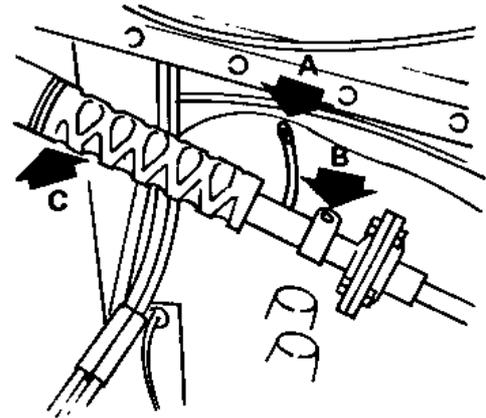

Bild 140
Massekabel der Batterie abklemmen und den Kraftstofftank ausbauen. Massekabel vom Anschluß an der Lenksäule (Pfeil «A» in Bild 140) abschließen, Mutter der Klemmschelle an der Lenksäule entfernen und die Mutter (B) abschrauben. Die Zungen des Stützringes für die Lenksäule nach oben biegen und den Stützring (C) abklemmen. Lenkrad entfernen und danach den Sprengring der Lenksäule lösen. Zündschlüssel in Stellung «Fahrt» schalten. Befestigungsschrauben des Lenksäulenrohres und die Klemmschrauben des Lenksäulenschalters entfernen. Schalter von der Lenksäule herunterziehen und in geeigneter Weise festbinden, so daß der Kabelstrang nicht unter Spannung kommt. Lenksäule und Lenkrohr nach oben herausziehen.